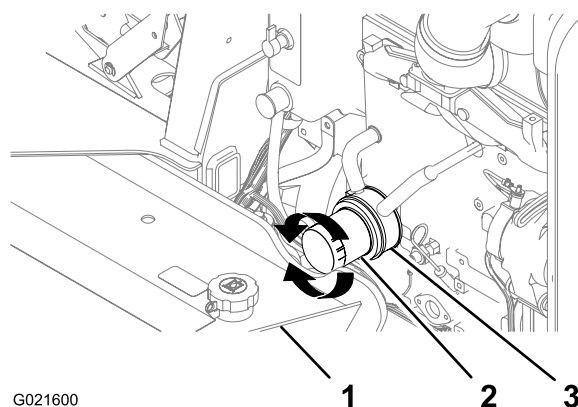

Рисунок 45
2. Установите небольшой сливной поддон под масляный фильтр и переходник масляного фильтра (Рисунок 45).
3. Поверните масляный фильтр против часовой стрелки и снимите его (Рисунок 45).
7. Совместите масляный фильтр с переходником и поверните его по часовой стрелке, пока уплотнение масляного фильтра не войдет в контакт с переходником (Рисунок 45).
8. От руки затяните масляный фильтр еще на 1/2 оборота (Рисунок 45).